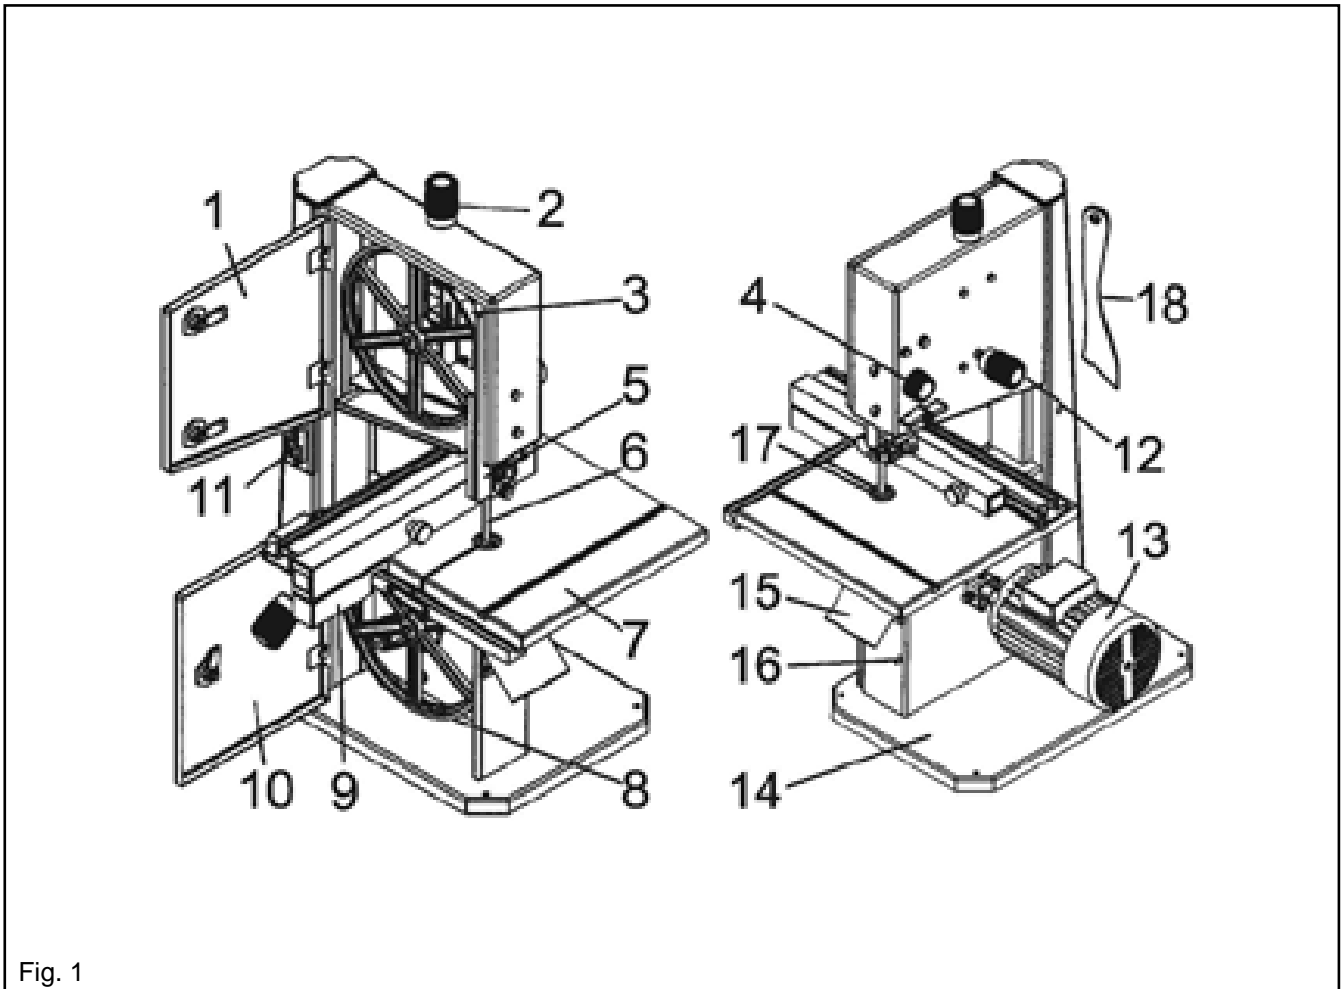

Fig. 1
1. UN COUP D'ŒIL SUR VOTRE SCIE (Fig. 1)